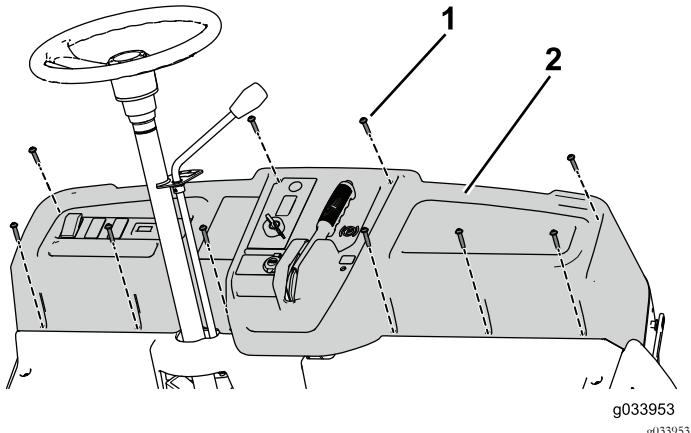

Figure 32
9. Utilisez les 10 vis (1/4" x 1 1/4") pour fixer le tableau de bord à la machine (Figure 32).